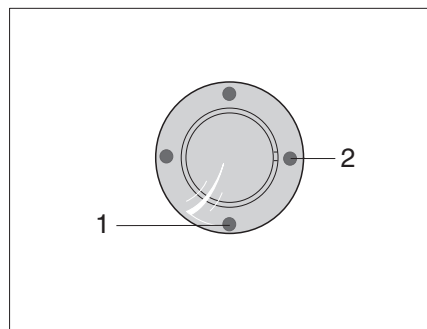
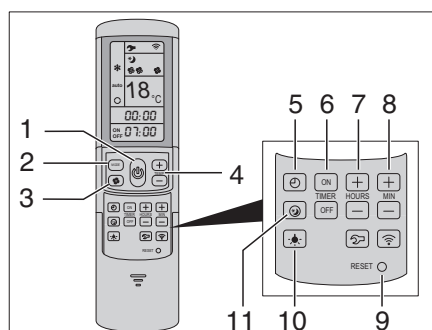

Fig. 336 Receptor IR/Indicación de la función
Fig. 337 Mando a distancia
La instalación de aire acondicionado está colocada en el techo del vehículo. El mando a distancia (Fig. 337) de la instalación de aire acondicionado está en la zona de la cocina.
La instalación de aire acondicionado está lista para el funcionamiento. El LED azul (Fig. 336,1) se enciende.
- Para conectar pulsar la tecla (Fig. 337,1) en el mando a distancia. El LED azul (Fig. 336,1) parpadea.
- Ajustar con la tecla MODE (Fig. 337,2) el modo de funcionamiento deseado.
- Si es necesario, ajustar con la tecla (Fig. 337,3) el nivel deseado del ventilador y con las teclas (Fig. 337,4) la temperatura ambiente.
Una vez alcanzada la temperatura ajustada en mando a distancia, el LED azul (Fig. 336,1) se apaga, el compresor se apaga y el ventilador de circulación de aire continúa funcionando.
- Para la desconexión pulsar de nuevo la tecla (Fig. 337,1) en el mando a distancia.
- Para la programación, encender la instalación de aire acondicionado con la tecla (Fig. 337,1) en el mando a distancia.
- Con la tecla (Fig. 337,2) ajustar el modo de funcionamiento deseado y con las teclas (Fig. 337,4) la temperatura ambiente.
- Con las teclas (Fig. 337,6) seleccionar la función deseada:
- Con las teclas (Fig. 337,7 y 8) seleccionar la hora de conexión deseada (15 minutos hasta 24 horas).
- Confirmar el ajuste con "ON" o "OFF" (Fig. 337,6).